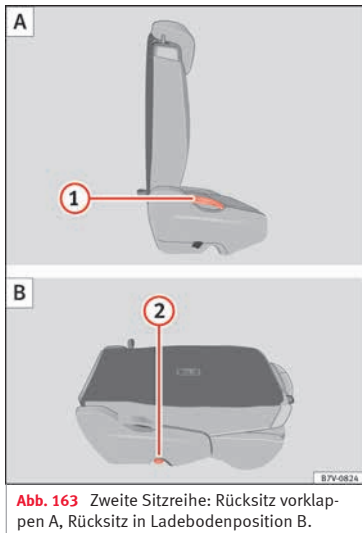

Abb. 163 Zweite Sitzreihe: Rücksitz vorklappen A, Rücksitz in Ladebodenposition B.
- Entfernen Sie Gegenstände aus dem Fußraum vor und hinter dem Rücksitz »» ❶.
- Hebel »» **Abb. 163** ❶ nach oben ziehen und Rücksitzlehne nach vorn klappen. Der komplette Rücksitz klappt nach vorn »» ❸.
- Die nach vorn geklappte Rücksitzlehne herunterdrücken, bis die Rücksitzlehne in der Ladebodenposition eingerastet ist »» **Abb. 163** B.
- Hebel »» Abb. 163 ❶ nach oben ziehen und Rücksitzlehne in die aufrechte Position klappen. Der komplette Rücksitz klappt nach hinten.